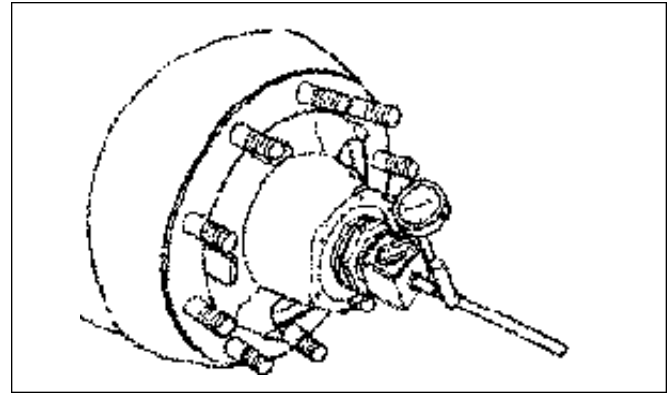

Figura 22. Fijación del indicador en la cabeza del husillo
- a. Sujete la base magnética del indicador en la terminal de la espiga. El vástago del indicador debe hacer contacto con la superficie del empaque de la masa (Figura 22).